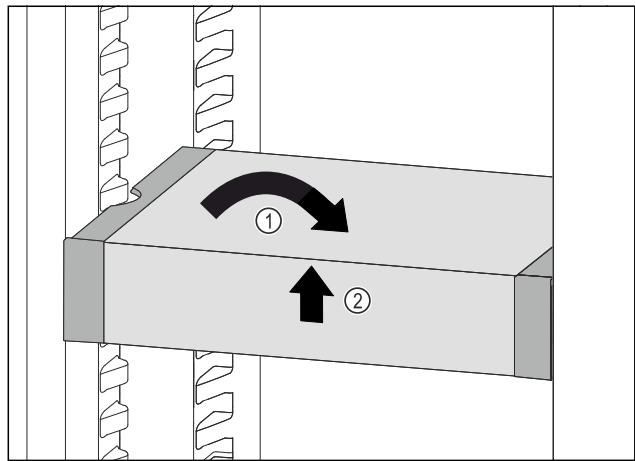

Fig. 38
- ▶ VarioSafe recht zetten. Fig. 38 (1)
- ▶ VarioSafe aan voorkant optillen. Fig. 38 (2)